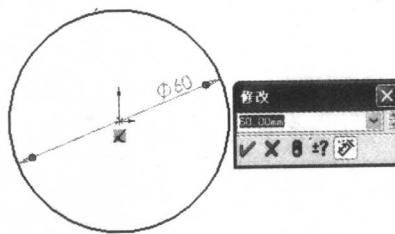

图 2-2 绘制的路径草图
- 标注尺寸。执行“工具”→“标注尺寸”→“智能尺寸”菜单命令，或者单击“尺寸/几何关系”工具栏中的“智能尺寸”图标 ，然后单击圆边缘一点，此时系统弹出“修改”对话框。在对话框中输入设计的尺寸，单击对话框中的“确定”图标 ，结果如图 2-2 所示。然后退出草图绘制。